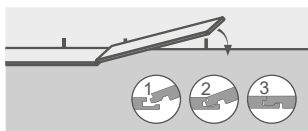
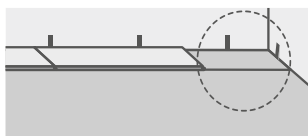

Рисунок 19
Рисунок 20
13.4 Планки первого ряда соединить последовательно: торцевой гребень следующей планки вставить в паз уложенной планки под углом 30–45° сверху вниз, затем планку опустить к основанию лёгким нажатием на её торец (см. Рисунок 19). Завершающую планку первого ряда подрезать до требуемой длины (см. Рисунок 20) и уложить аналогично.